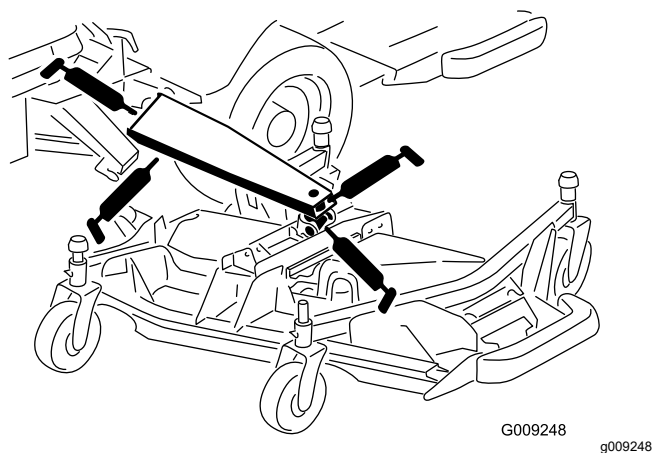

Figura 55
- 3 casquillos de brazos de elevación principales (Figura 55)
- 1 casquillo de cilindro de elevación (Figura 55)